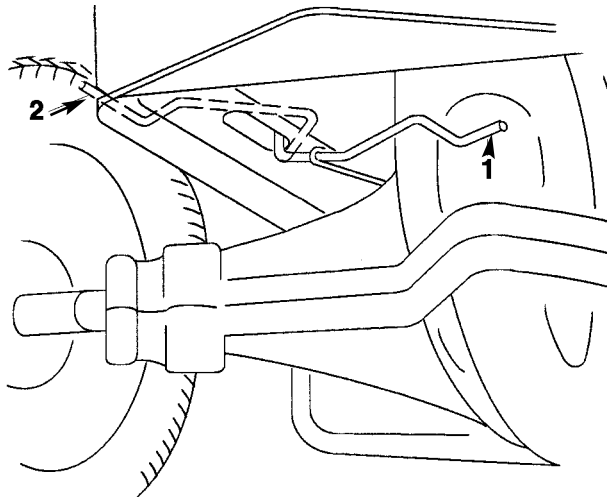

Figure 12
1. Mettre le câble de commande de transmission sur "Operate" (Marche). Cela engage la transmission (Fig. 12).